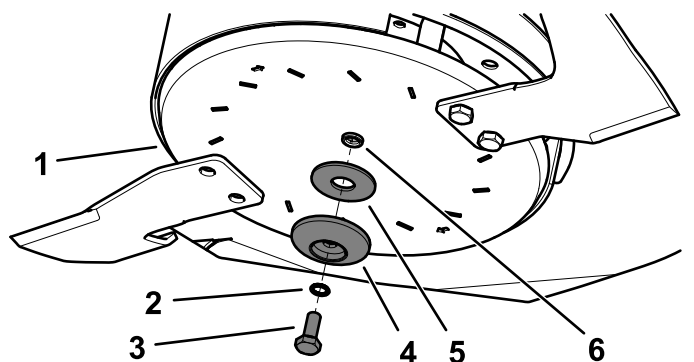

Bild 105
2. Entfernen Sie die Messerschraube, die gefederte Sicherungsscheibe, den Messerhalter und die Wellenscheibe von der Spindelwelle (Bild 105).
3. Nehmen Sie das Messer ab (Bild 105).